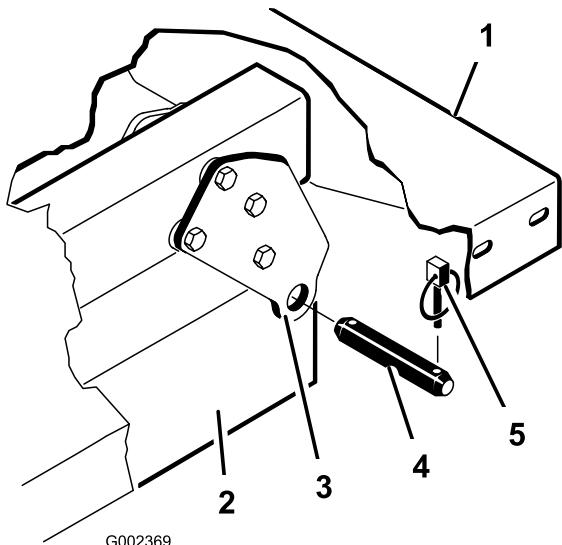

Figura 4
- Retire los pasadores de seguridad y los pasadores que fijan las placas de giro al bastidor (Figura 4)